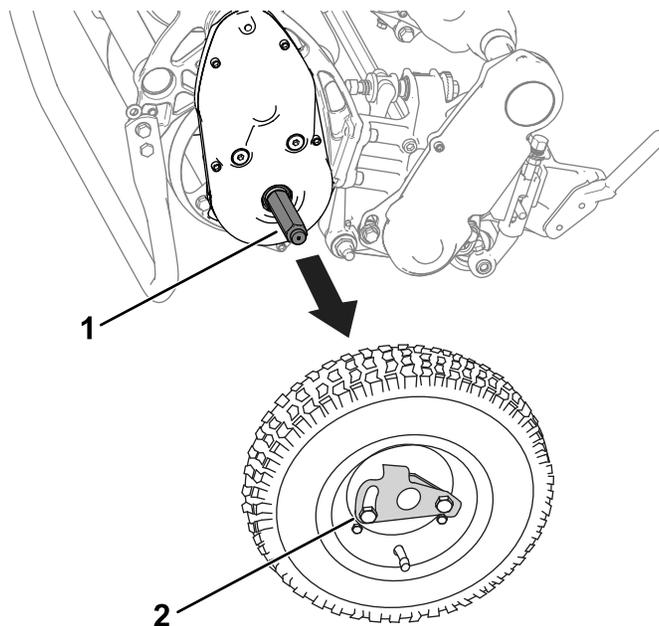

Figure 19
3. Déposez les roues de transport en poussant les clips de verrouillage hors des arbres (Figure 19).